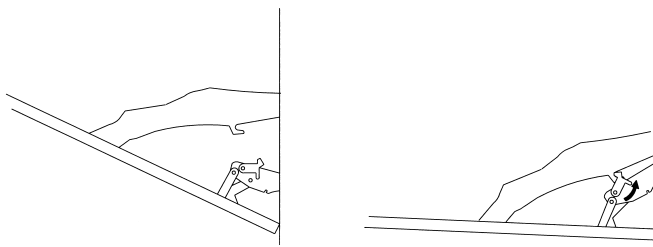

Fig : 11
- La porte du four peut se démonter, facilitant ainsi le nettoyage (Fig.11). Pour le démontage, ouvrez la porte, basculez les crochets de chaque charnière et tirez vers vous la porte. Au remontage, opérez de la façon inverse.